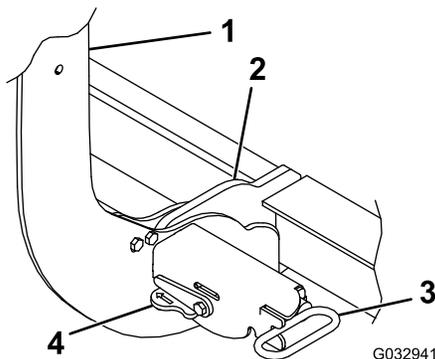

Figura 33
4. Gire las palancas de los cerrojos con muelle a la posición de DESBLOQUEADO (Figura 33).